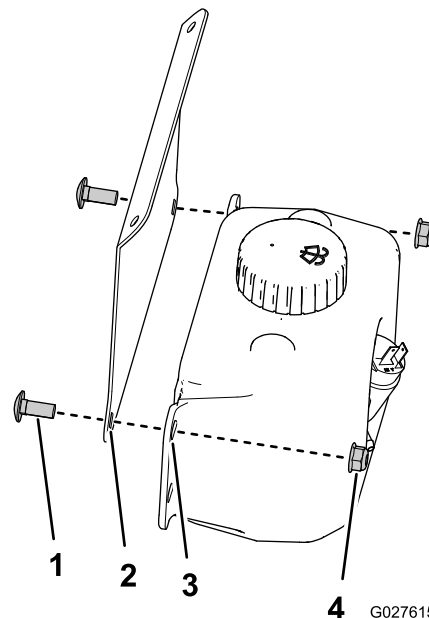

Bild 15
1. Befestigen Sie den Behälter für die Scheibenwaschanlagenflüssigkeit mit den 2 Schlossschrauben ($\frac{5}{16}$ " x $\frac{3}{4}$ ") und 2 Sicherungsmuttern ($\frac{5}{16}$ ") an der Halterung für die Waschflasche, wie in Bild 15 abgebildet.